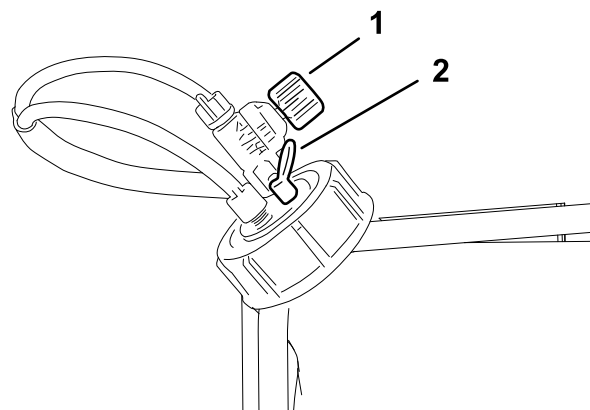

Рисунок 12
Клапан контроля пенообразования контролирует плотность пенного раствора. Регулируя этот клапан, можно настроить количество мыльного раствора, подаваемого к пенообразующим насадкам. Увеличение подачи приводит к более крупным и частым каплям пены; уменьшение – к более мелким и редким (Рисунок 12).
Предохранительный клапан – вытяните красную лапку, чтобы сбросить давление в баке (Рисунок 12).
5. При первом использовании откройте клапан контроля пенообразования на $\frac{1}{8}$ – $\frac{1}{4}$ оборота (Рисунок 12).